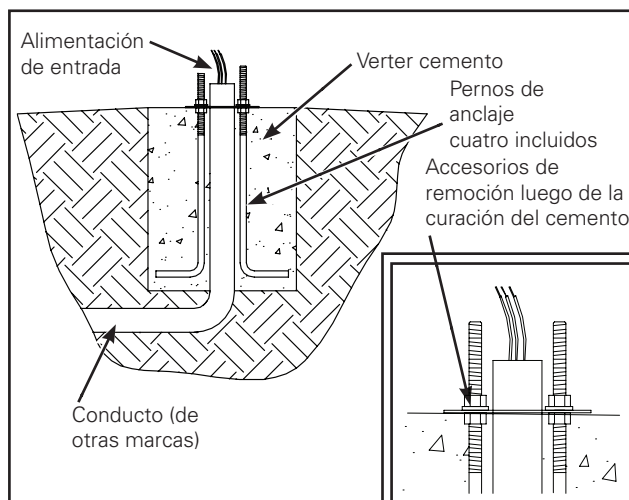

Figura 2.
1. Desconecte o corte la alimentación antes de realizar la instalación o tareas de mantenimiento. Busque la profundidad suficiente para que entren los pernos de anclaje y coloque el conducto como sea necesario, según el código eléctrico nacional y toda otra regla, normativa o requisito aplicables. Ajuste las tuercas en los pernos de anclaje, de modo que quede un largo de 1-1/4" para la rosca por encima de la placa de la plantilla para que entre la base de la luminaria y la almohadilla de neopreno. Coloque la unidad del perno de anclaje por encima del conducto y asegúrelo para verter el cemento. Asegúrese de que la plantilla de aluminio quede a ras de la superficie de cemento, y que la unidad no se salga durante las operaciones de vertido del cemento (Vea la página de patrones de los pernos.) Vierta el cemento. Asegúrese de que la placa esté lo más nivelada posible. Deje que se cure el cemento. (Figura 2.)